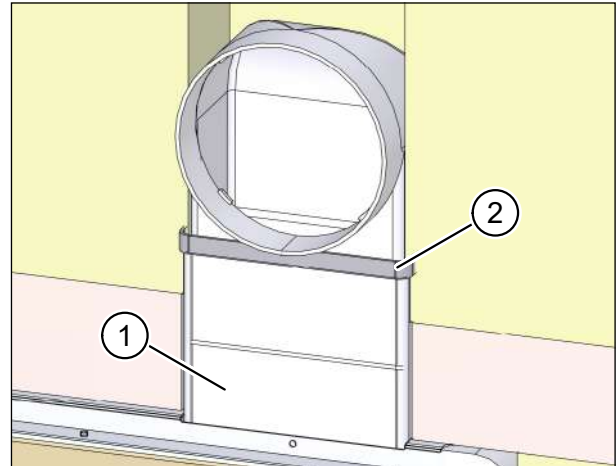

Abb. 54: Flachkanalverbindungen mit Dichtband fixieren
- ▶ Setzen Sie ein Formstück, z. B. den Flachkanal-Verbinder M-WRG-FK-V, Art.-Nr. 200114 (Pos. 1 in Abb. 54), in die Öffnung am Mauerkasten ein.
- ▶ Setzen Sie das erste Teilstück des Flachkanals in das Formstück, z. B. den Flachkanal-Verbinder M-WRG-FK-V, Art.-Nr. 200114, am Mauerkasten ein und dichten Sie die Verbindungsstelle mit Dichtband ab (Pos. 2 in Abb. 54).